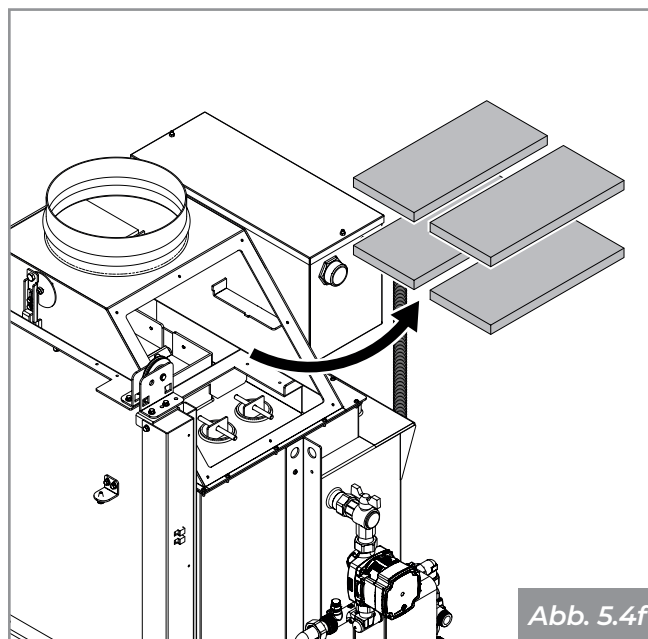

Abb. 5.4f
- Die vier Rauchleitbleche aus Magnofix entfernen und die Rußrückstände entfernen (**Abb. 5.4f**).